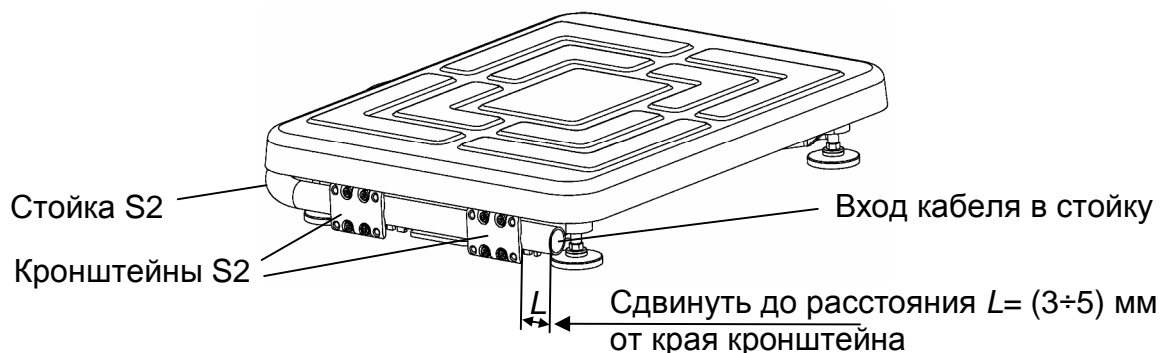

Рисунок 6.2 - Крепление круглой вращающейся стойки к основанию весовой платформы ТВ-S_A
- в основании весов сдвинуть стойку в направлении указанном стрелкой (рисунок 6.2), обеспечив расстояние $L = (3\div 5)$ мм от ее края до края кронштейна;
- излишек кабеля на входе в стойку (рисунок 6.2) заправить внутрь стойки.